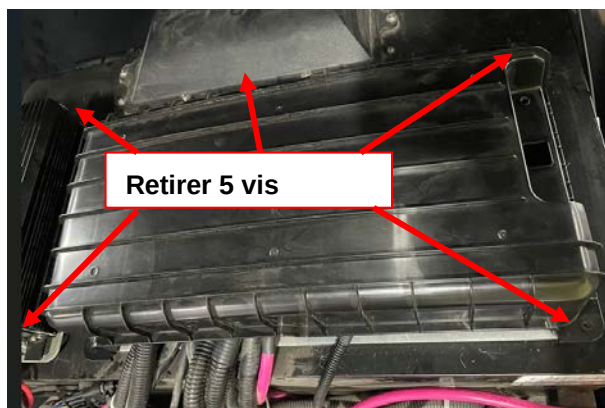

Figure 9
3. Retirer les 5 vis utilisées pour fixer le couvercle du contrôleur (figure 9).